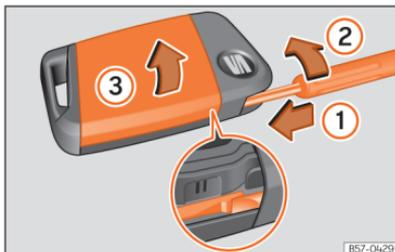

Fig. 46 Chave do veículo: abertura da tampa do compartimento da pilha.
- Introduza uma chave de fendas de folha plana na chave do veículo, pelo guia exterior da chave de emergência, aprox. 1 cm no sentido da seta »»» Fig. 46 ①.
- Rode a chave de fendas no sentido dos ponteiros do relógio até que a tampa se abra »»» Fig. 46 ②.
- Desloque a tampa no sentido da seta »»» Fig. 46 ③ e retire-a »»» ①.